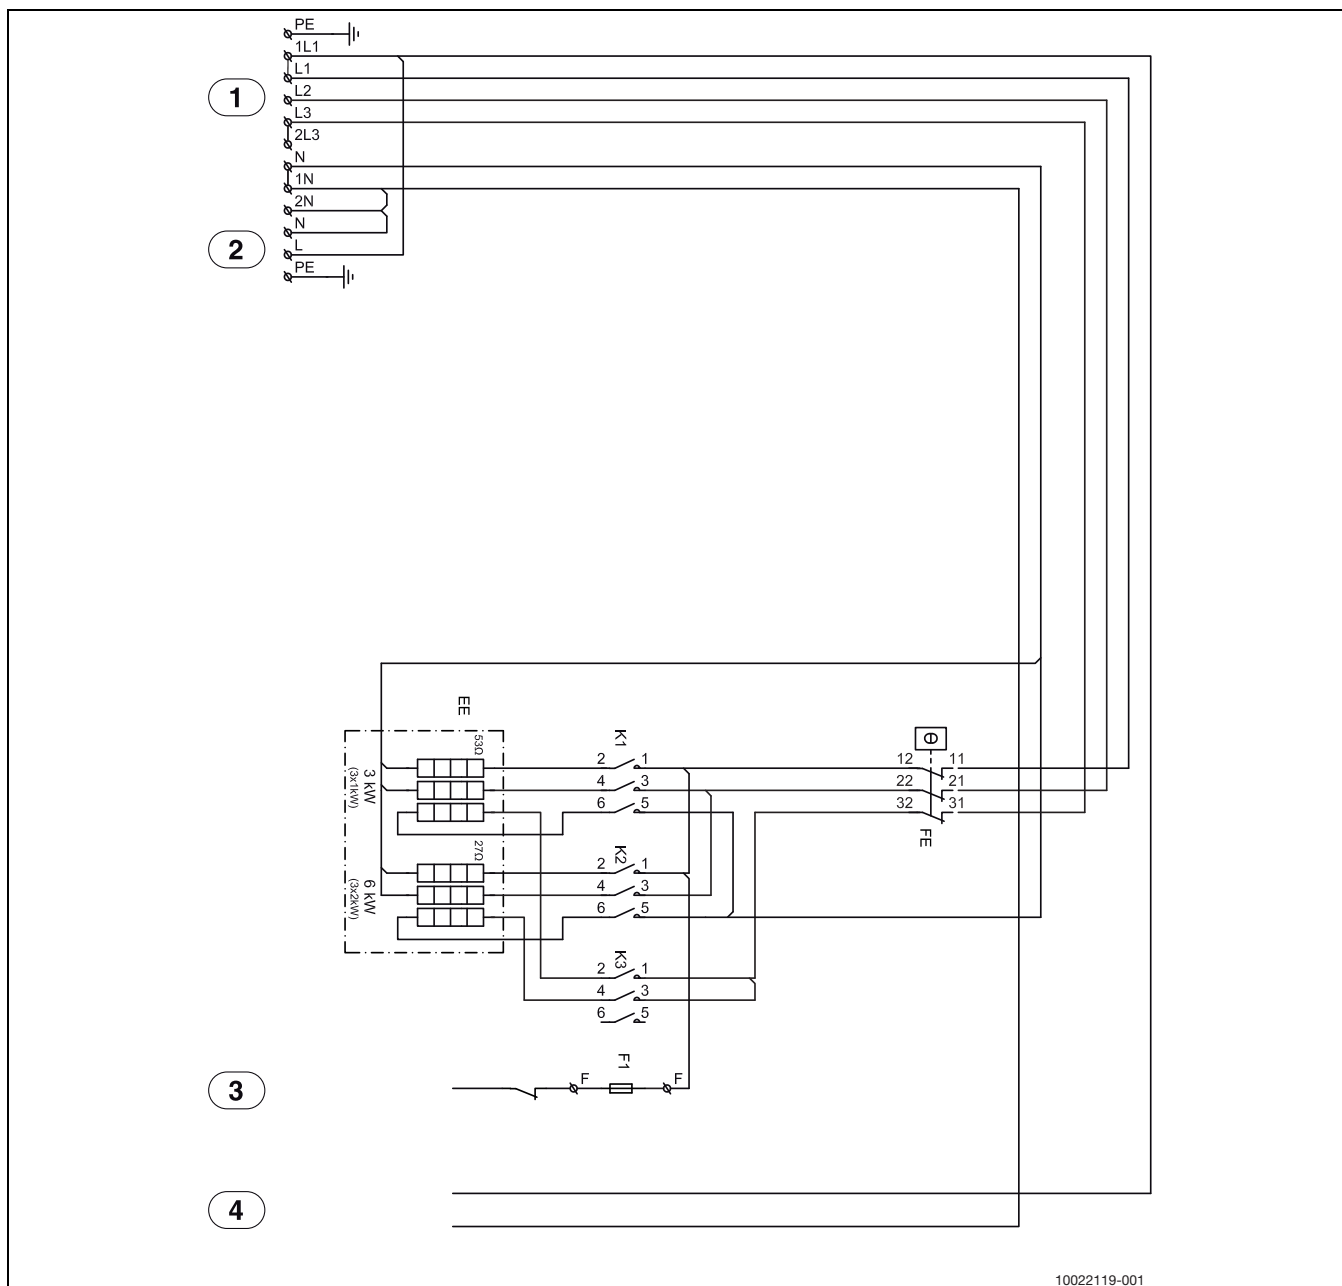

Bild 53 Spannungsversorgung Wärmepumpe und Inneneinheit 9 kW
- [1] 230 V ~ Betriebsspannung ([5] Abb. 53 oder [4] Abb. 53)
- [2] Alarmausgang Elektro-Heizeinsatz/Druckwächter ([4] Abb. 53 oder [3] Abb. 53)